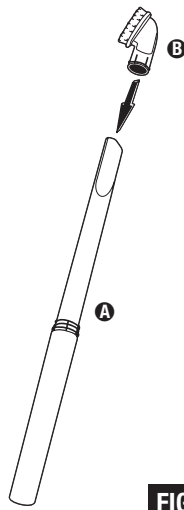

FIG. 11
**Step 2:** Place desired accessory onto end of hose or wand (FIG. 11).
**Paso 2:** Coloque el accesorio deseado en el extremo de la manguera o el tubo (FIG. 11).